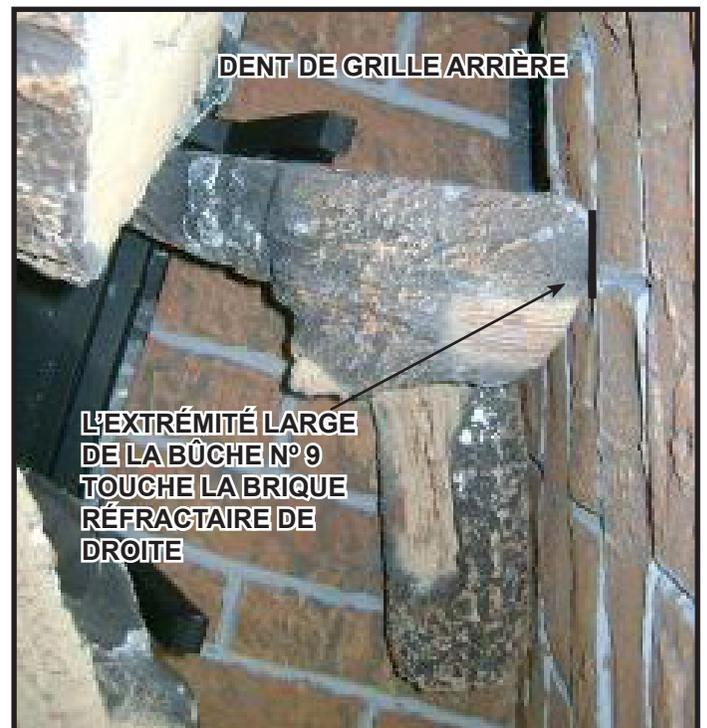

Figure 13.
**Bûche n° 9 (2170-725) :** Placez la bûche n° 9 dans l'appareil, comme il est indiqué à la figure 13. Placez la bûche de manière à ce que l'extrémité large repose sur la bûche n° 7 et touche la brique réfractaire du côté droit de la boîte à feu, juste devant l'orifice de la prise d'air. L'extrémité étroite de la bûche n° 9 devrait toucher l'arrière de la bûche n° 1 et le centre de la bûche n° 9 devrait toucher la dent de grille verticale droite à l'arrière.